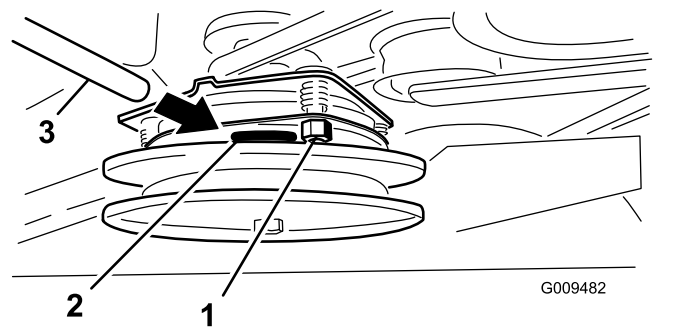

Рисунок 57
- Затяните контргайки так, чтобы калибр был немного прижат, но его можно было легко перемещать в зазоре (Рисунок 57).